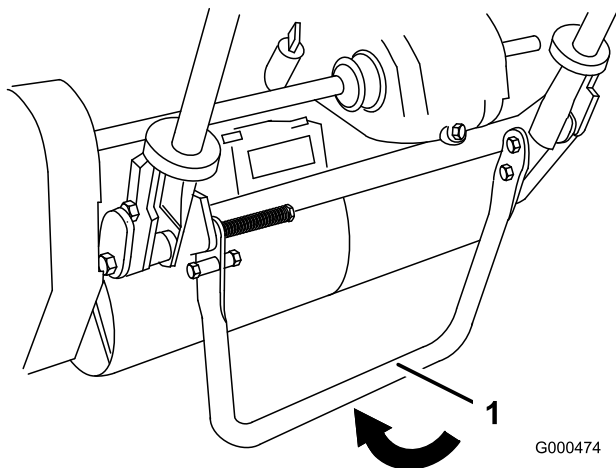

Figura 7
- Empurre o apoio para baixo com o pé e puxe o manípulo para cima até que o apoio tenha rodado para a frente, em direcção ao centro (Figura 7).